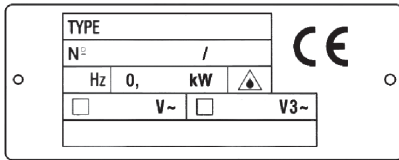

Figure 5 - Plaque signalétique – N° identification
S'assurer alors que l'installation de terre fonctionne parfaitement. De plus, contrôler que le type de courant indiqué sur la plaque d'identification (Fig.5) soit conforme à la tension (Volt) et à la fréquence (Hz) de la ligne d'alimentation.
Brancher la trancheuse au réseau d'alimentation triphasé de 400 V - 50 Hz grâce à un fiche CEI (rouge), en interposant un interrupteur différentiel -magnétothermique de 10 A,  $I_{\Delta n} = 0,03$  A. S'assurer alors que l'installation de terre fonctionne parfaitement. De plus, contrôler que le type de courant indiqué sur la plaque d'identification (Fig.5) soit conforme à la tension (Volt) et à la fréquence (Hz) de la ligne d'alimentation. Avant de brancher définitivement la machine à la ligne d'alimentation triphasée, contrôler le sens de rotation de la lame avec une impulsion du bouton de marche (ON) (Fig.11) immédiatement suivi d'un arrêt grâce au bouton d'arrêt (OFF).